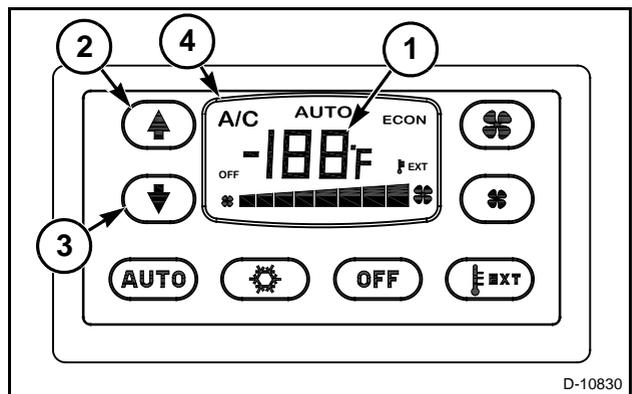

FIG. 47
FIG. 47: El operar puede elegir la temperatura (1) presionando tanto el botón para aumentar (2) como el botón para disminuir la temperatura (3). La temperatura elegida será mostrada en el centro de la pantalla digital (4). Cuando los respectivos botones son presionados para incrementar o disminuir la temperatura, esta es cambiada en 2 grados.